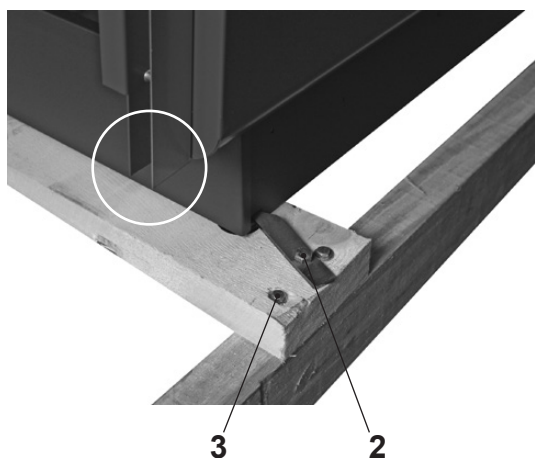

Fig. 02
Arêtes tranchantes (Fig. 02) !
2. Retirer les languettes de transport (2, Fig. 02).
3. Retirer les vis (3) **avant**.
6. Retirer les vis (3, Fig. 02) **arrière**. Soulever la paroi arrière et le couvercle et retirer la paroi arrière vers le bas. Soulever la chaudière à l'arrière au centre (8) à l'aide du cric (7, Fig. 05) puis retirer les planches latérales et transversales. Abaisser la chaudière.